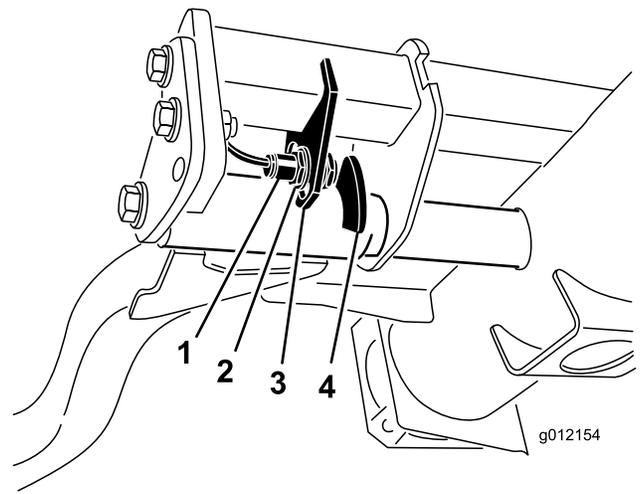

Рисунок 55
2. Переключатель подъемного рычага расположен под гидравлическим баком позади переднего правого подъемного рычага (Рисунок 55).
3. Ослабьте крепежные винты переключателя и переместите переключатель вниз, чтобы увеличить высоту поворота подъемного рычага, или переместите переключатель вверх, чтобы уменьшить высоту поворота подъемного рычага (Рисунок 55).